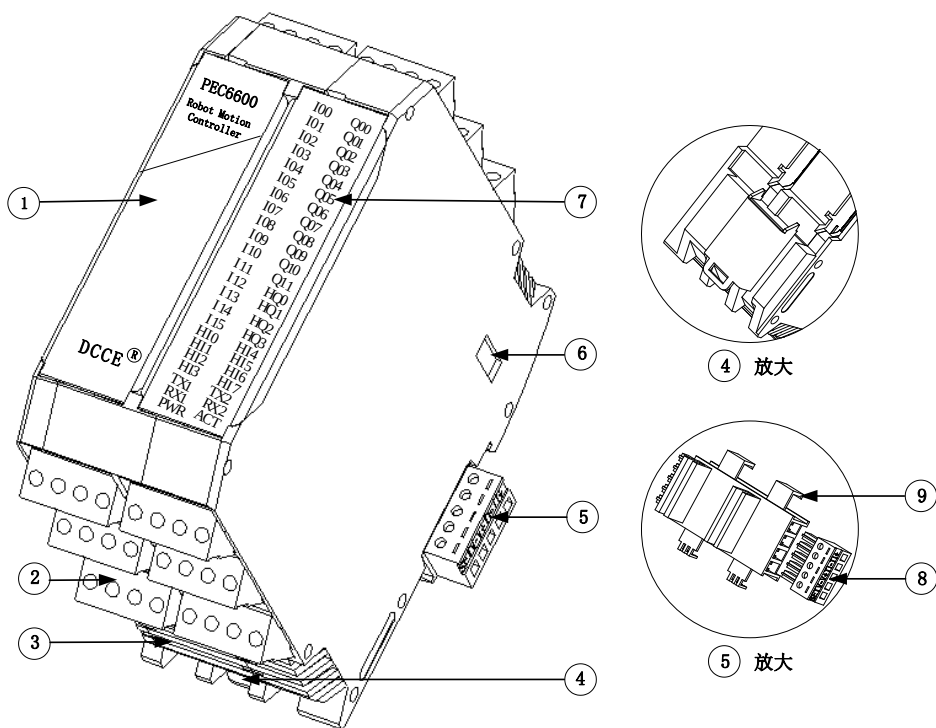

图 4-1-1 整体外观
PEC6600 主要由以下几部分组成：①型号贴：说明产品型号。②输入输出端子：输入输出与通信接线端子。③散热口：确保产品快速散热。④导轨卡扣：将控制器安装到 DIN 导轨上的夹具。⑤总线连接器：由电源端子⑧和连接器底座⑨组成。⑥拨码开关：进行硬地址设置、电池控制与工作/调试模式切换。⑦指示灯：指示设备运行状态。图 4-1-1 为产品整体外观图。